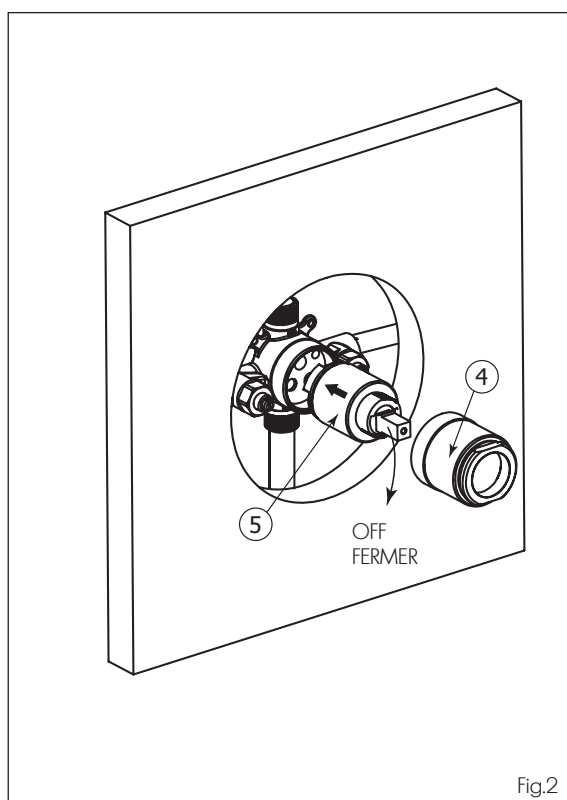

Fig.2
Insert the cartridge into the valve body as shown (Fig.2). Screw the cartridge holder (4) back into place.
Insérer la cartouche (5) dans la valve tel qu'illustré. (Voir Fig.2). Revisser le manchon (4) en place.